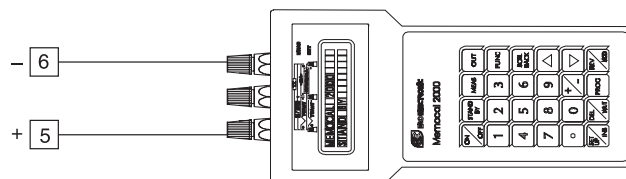

Рис. 10.
- Подключите тестируемый инструмент к калибратору, как показано на Рис. 10.